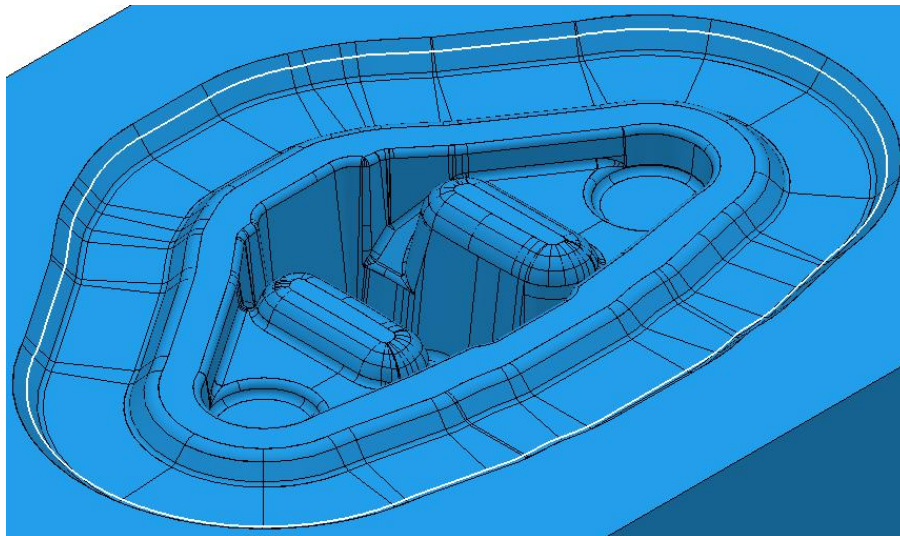

Figura 2.183 Límite dibujado sobre el modelo.
- El límite es calculado. Aparece en color blanco por defecto (Figura 2.183):